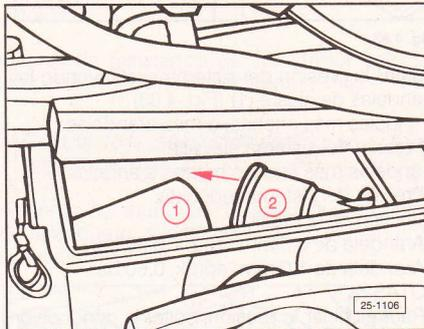

Fig. 4.87
Colocar la parte superior del filtro de modo que se pueda observar la compuerta de regulación en la parte inferior del filtro (Fig. 4.87).
– La compuerta de regulación debe cerrar el racor de empalme para el aire frío (1) (Fig. 4.87).